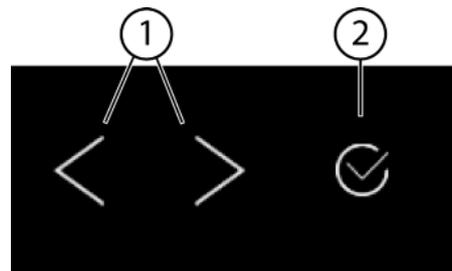
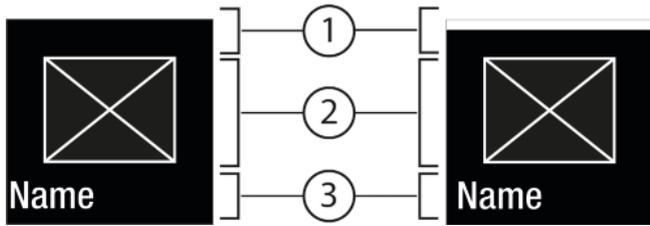
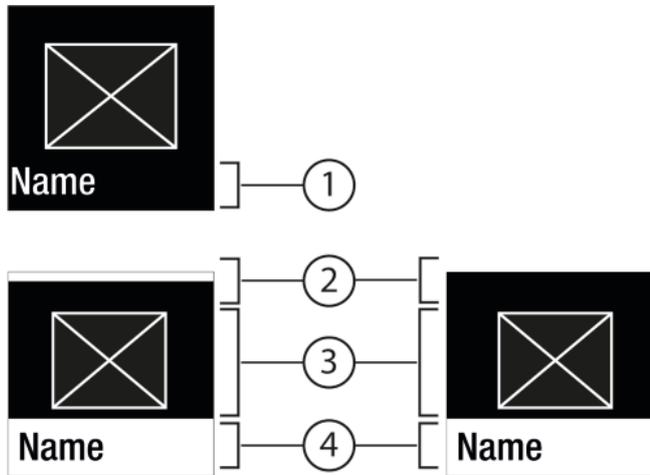

Fig. 5
Fig. 6
Fig. 7
(1) Flèche de navigation vers la gauche / droite
(2) Confirmer
Flèche de navigation vers la gauche / droite Fig. 5 (1) :
Confirmer Fig. 5 (2) :
- Naviguer avec la flèche de navigation vers la gauche / la droite Fig. 5 (1).
- Avec Confirmer Fig. 5 (2), activer / désactiver la fonction Fig. 6 (1) / le réglage Fig. 6 (2).
- Avec Confirmer Fig. 5 (2), appeler le sous-menu Fig. 7 (4).
- Régler une nouvelle valeur : Avec Confirmer Fig. 5 (2), sélectionner une valeur désactivée Fig. 6 (1).
- Retour au menu : Avec Confirmer Fig. 5 (2), sélectionner la valeur déjà activée Fig. 6 (2).
- Appuyer sur les flèches de navigation Fig. 5 (1) autant de fois que nécessaire jusqu'à ce que la s'affiche.
- Appuyer sur Confirmer Fig. 5 (2).
- Appuyer sur les flèches de navigation Fig. 5 (1) autant de fois que nécessaire jusqu'à ce que la fonction s'affiche.
- Sélectionner la valeur de réglage à l'aide des flèches de navigation Fig. 5 (1).
- ▶ Appuyer sur Confirmer *Fig. 5 (2)*.
- ▷ Status : activé *Fig. 6 (1)* s'affiche brièvement dans le sous-menu *Fig. 7 (4)*.
- ▶ Appuyer sur les flèches de navigation *Fig. 5 (1)* autant de fois que nécessaire jusqu'à ce que les réglages  s'affichent.
- ▶ Appuyer sur les flèches de navigation *Fig. 5 (1)* autant de fois que nécessaire jusqu'à ce que le réglage souhaité s'affiche.